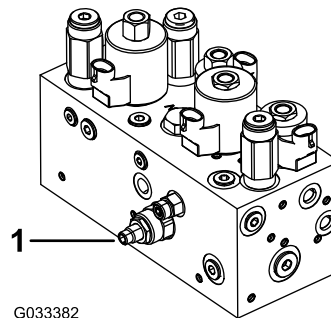

Figure 47
Le circuit de levage/descente des plateaux de coupe de cette machine est muni d'un régulateur de débit (Figure 47). Celui-ci est ouvert en usine d'environ 3 tours. Cependant, un réglage est parfois nécessaire pour compenser les différences de températures de liquide hydraulique, de vitesses de tonte, etc.
1. Soulevez le siège et trouvez le régulateur de débit du cadre de traction central (Figure 47) situé sur le côté du collecteur hydraulique.